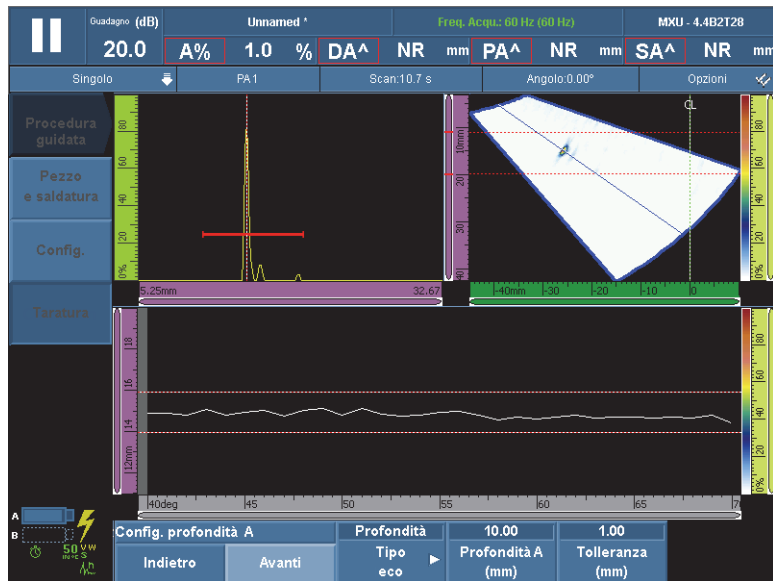

Figura 5-11 Creazione dell'involucro per il primo angolo/VPA
- a) Passare la sonda in avanti e indietro sul riflettore di riferimento per poter creare un involucro (vedere Figura 5-11 a pagina 149).